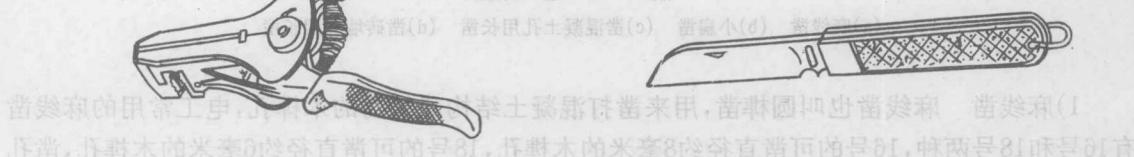

图2-11 电工刀
(7) 电工刀 电工刀是用来剖削电线线头，切割木台缺口，削制木棒的专用工具，其外形如图2-11所示。